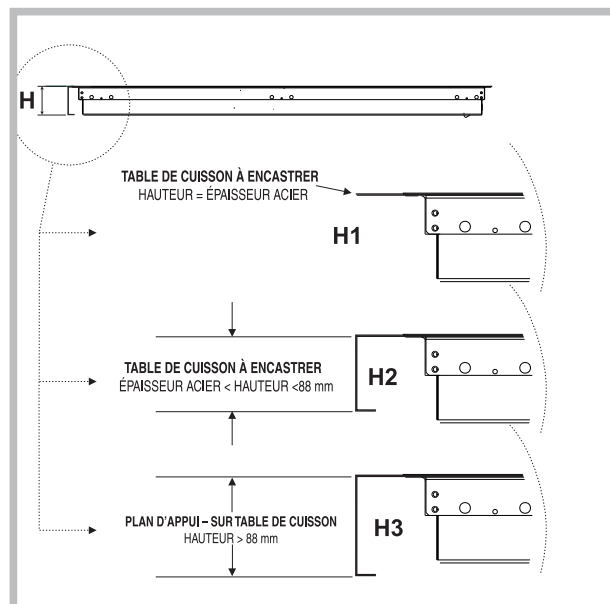

Fig.2
- 1- Tables à encastrer (Classe 3) pour type d'installation affleurante (voir figure 2 détail H1). Dans ce cas il faut prévoir une découpe du plan ayant des dimensions correspondant à l'encombrement hors tout de la table, moins 10 mm par côté horizontal et moins 6 mm par côté vertical, pour garantir à la table 10 mm d'appui sur le côté horizontal et 6 mm sur le côté vertical sur le plan de travail (voir Fig 4a-4b). Pour pouvoir enfin encastrer la table au ras du plan, il faut encore abaisser la zone tout autour de la découpe pour pouvoir y loger tant le bord de la table que le joint placé sous ce bord. Avant de procéder à la fixation de la table sur le plan de travail, positionner le joint (fourni) sur tout le pourtour de la table comme illustré figure 5. Pour fixer la table au meuble, se servir des équerres fournies comme illustré (voir fig. 3, détail **S**).
- 2- Tables à encastrer (Classe 3) dont le bord a moins de 88 mm de haut (voir figure 2 détail H2); en cas d'installation sur un plan de travail, il faut prévoir une découpe suffisamment grande pour pouvoir y loger la boîte inférieure de la table de cuisson, veiller à laisser entre cette dernière et le plan en bois au moins 1 cm de vide sur tout le pourtour (le dessous de la boîte peut toucher). Pour la fixation des appareils, voir instructions fournies au point 1 ou consulter la notice d'instructions supplémentaire en cas d'applications spéciales.
- 3- Tables de cuisson à poser (Classe 1) dont le bord dépasse 88 mm de haut (voir figure 2 détail H3);